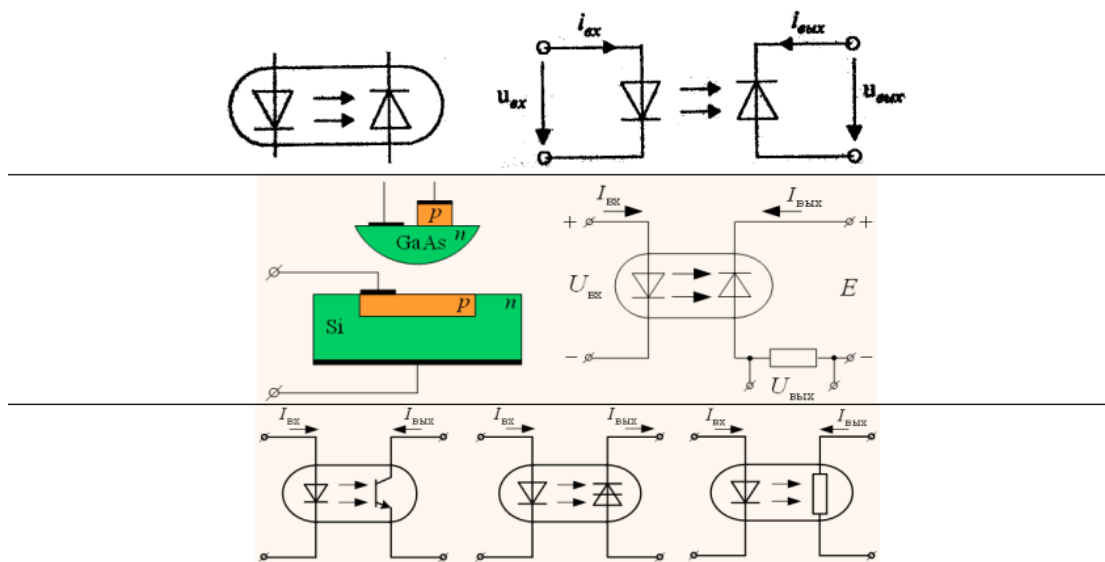

Рис.3
3. Оптроны, виды, комплектность, применение (рис. 3)